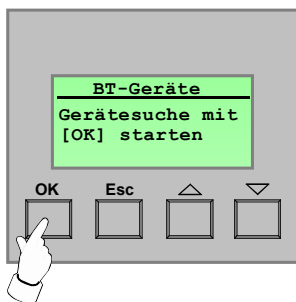

Bild 8: Starten der Gerätesuche
6. An dieser Stelle fordert das Bluetooth Gateway den Bediener auf, die "OK"-Taste zu betätigen (vgl. Bild 8). Dabei ist sicherzustellen, dass der Dialog 'Einlernen' am Endgerät noch aktiv ist. Eine Betätigung der Taste "ESC" bricht den weiteren Einlernvorgang ab.